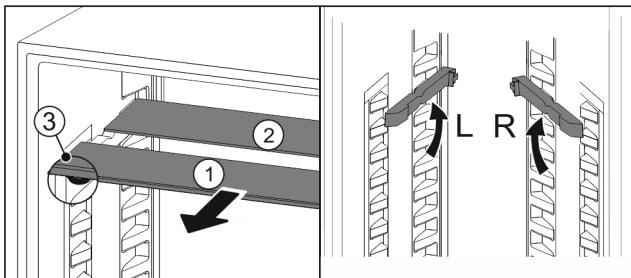

Fig. 107
- Skleněné desky jednotlivě vytáhněte dopředu Fig. 107 (1).
- Skleněná deska Fig. 107 (1) s ozdobnou lištou leží vpředu.
- Zarážky Fig. 107 (3) směřují dolů.